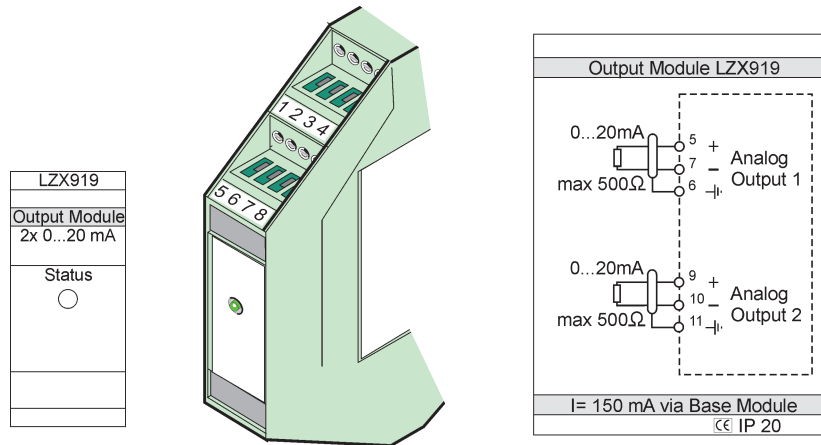

Bild 78 Externes Ausgangsmodul
3. Stellen Sie die entsprechenden Verbindungen her, wie unter Bild 78 und Tabelle 51 dargestellt.